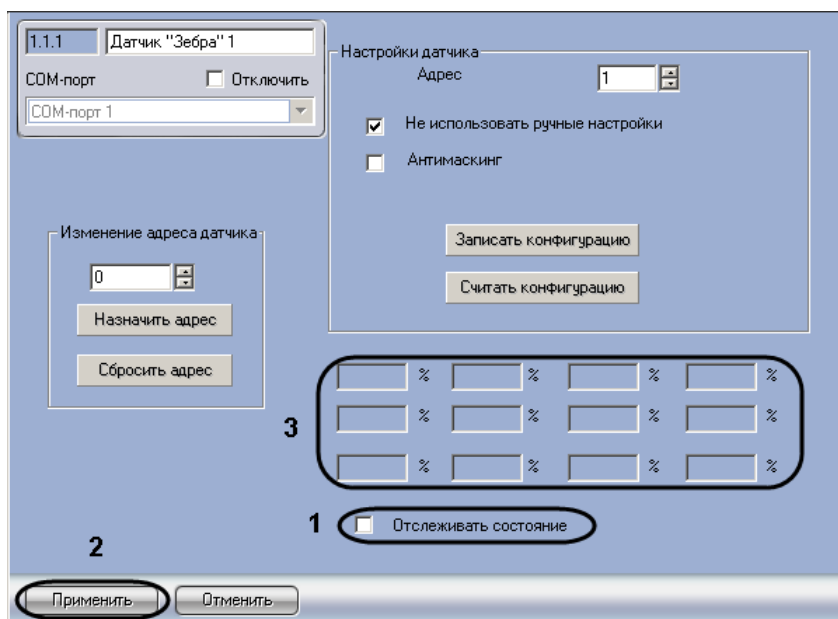

Рис. 3.9—1 Отслеживание состояния зон датчика Зебра
1. Перейти на панель настроек объекта **Датчик «Зебра»** (Рис. 3.9—1).
2. Установить флажок **Отслеживать состояние** (см. Рис. 3.9—1, 1).
3. Нажать на кнопку **Применить** (см. Рис. 3.9—1, 2).
В полях (см. Рис. 3.9—1, 3) будут отображаться значения, позволяющие оценить правильность выбора параметра **Коэффициент усиления** для каждой зоны (см. раздел *Настройка зоны датчика «Зебра»*).
Внимание! После настройки параметров зон датчика *Зебра* необходимо прекратить отслеживание состояния зон, сняв флажок *Отслеживать состояние* (см. Рис. 3.9—1, 1).